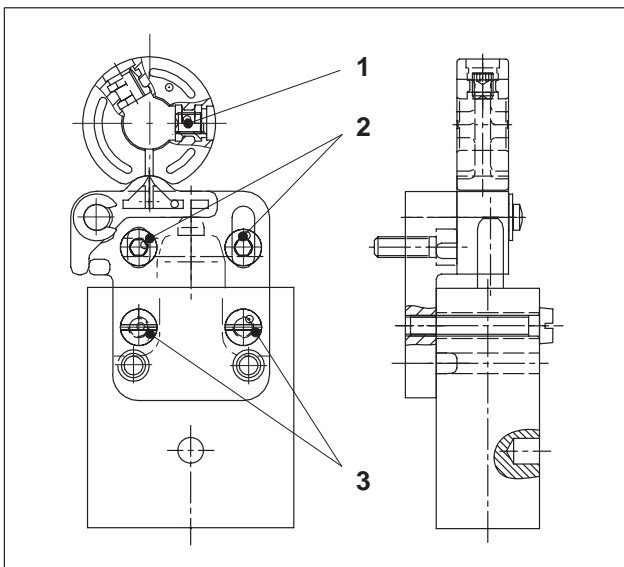

Abb. 3 Sprungschalter
Zylinderschrauben M4 (Abb. 3/3) des Schalters nach dessen Austausch mit Schraubensicherungsmittel SN 604-S1 benetzen und festziehen.
- 4 Zylinderschrauben (Abb. 3/2) mit einem Drehmoment von **5 Nm** festziehen.
- ❷ Gewindestift M4 (mit Innensechskant und Ringschneide, Abb. 3/1) mit Schraubensicherungsmittel SN 604-S1 benetzen und mit einem Drehmoment von **1 Nm** anziehen.
- ❸ Gewindestift M4 mit Sicherungslack versiegeln.